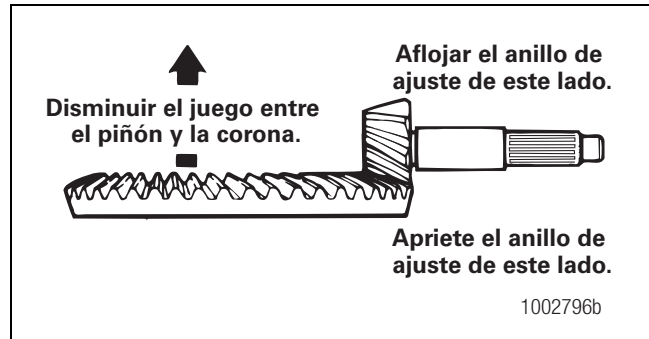

Figura 5.63
- **Para disminuir el juego entre el piñón y la corona:** Acerque al piñón de mando la corona. Figura 5.63.